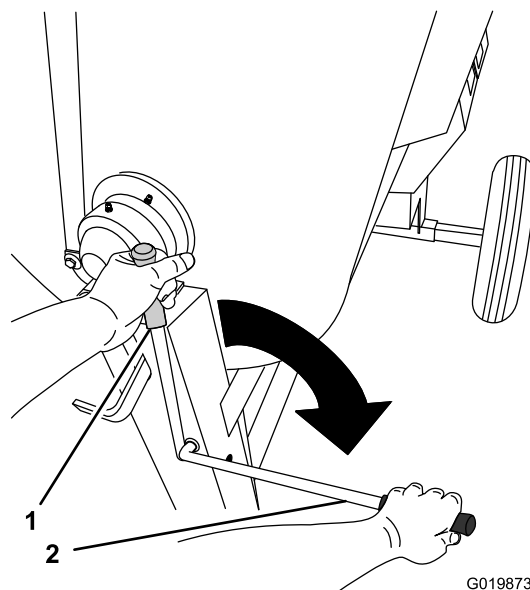
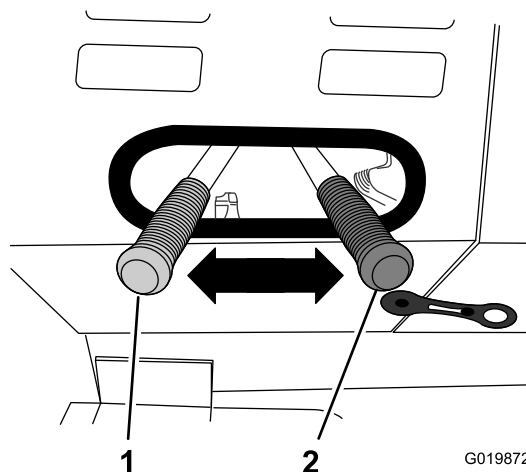

Figura 35
Figura 36
2. Mueva la palanca del embrague a la posición de DESENGRANADO (Figura 35 o Figura 36).
5. Mueva la palanca del embrague a la posición de ENGRANADO (Figura 35 o Figura 36).